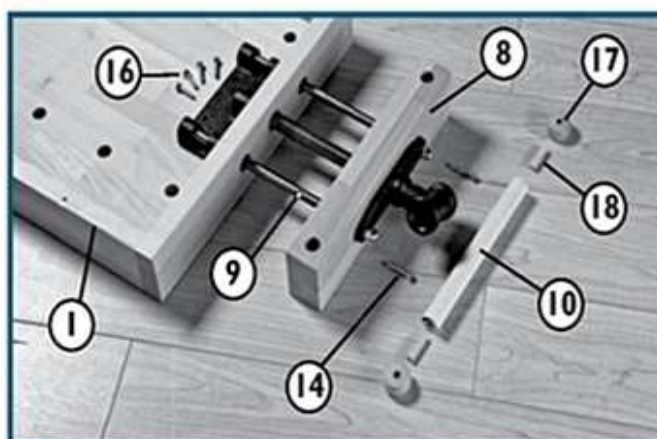

Fig. 4
4.) Schieben Sie den Schraubstock (9) durch die Bohrungen in die Klemmbacke (8) und befestigen Sie ihn in den dafür vorgesehenen Bohrungen an der Hobelbank-Arbeitsplatte (1). Befestigen Sie den Schraubstock (9) mit vier Sechskantschrauben 6x30 mm (16) an der Platte und mit zwei Sechskantschrauben 6x40 mm (14) an der Klemmbacke. Montieren Sie den Schraubstockhebel (10) am Schraubstock und befestigen Sie den Hebelkopf (17) mit einem Dübel (18) wie auf der Abbildung 4 dargestellt ist. Wiederholen Sie alle Schritte für den anderen Schraubstock auf der Vorderseite.